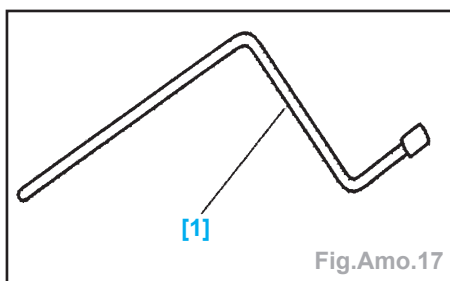

Fig.Amo.17
- Outil nécessaire (Fig.Amo.17) :